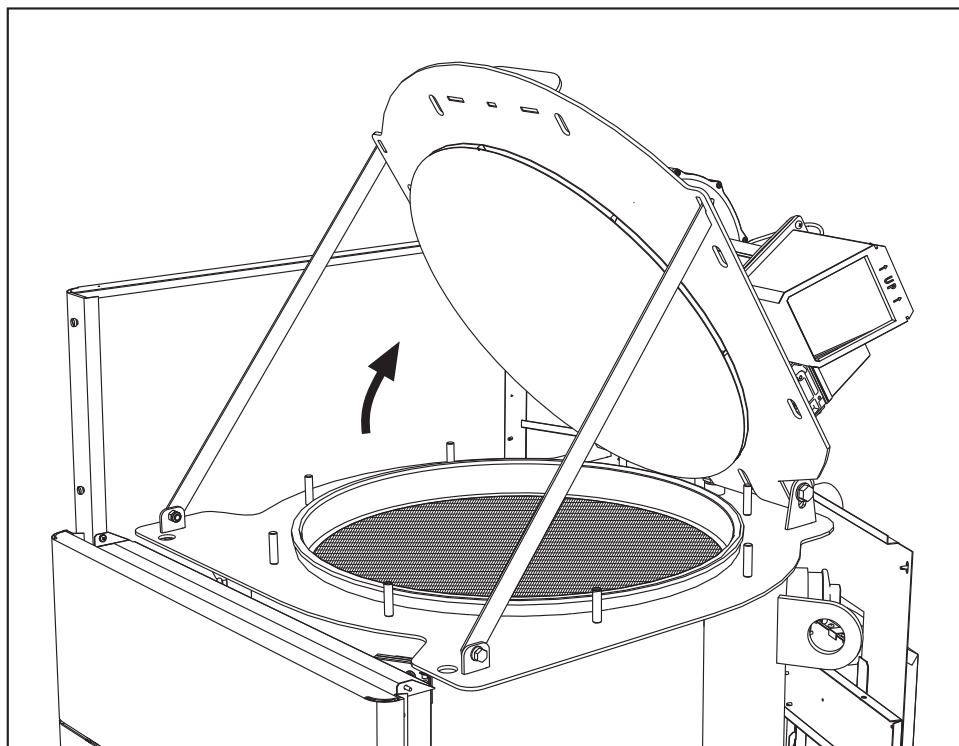

fig. 71
- Abra la puerta del quemador y fijela con los soportes (fig. 71).